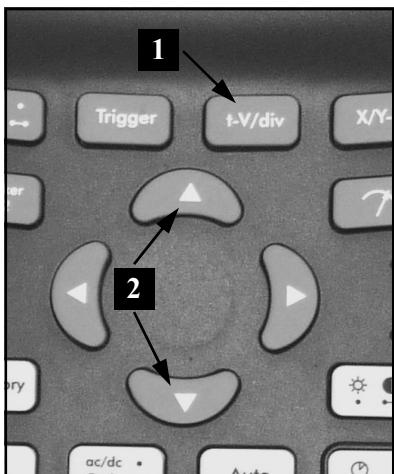
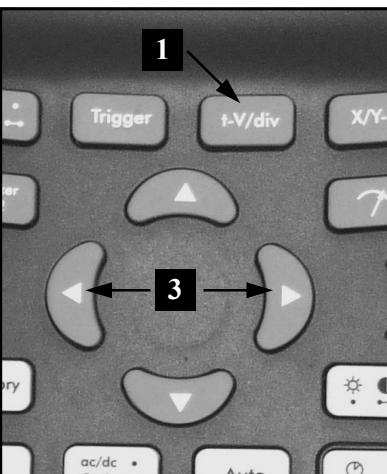

Fig 40
Fig 41
First press the „t-V/div“ key (1), use up/down cursorkeys (2) for changing the input sensitivity (V/div) (Fig 40). Press the left/right (3) cursorkeys for changing the timebase (time/div). (Fig 41)
### 1. Changing Volt/div (Fig. 40):
### 2. Changing the timebase (fig. 41):
Druk eerst "t-V/div" (1) en daarna de omhoog of omlaag pijltoetsen (2) voor het wijzigen van de ingangsgevoeligheid (V/div) (Fig 40). Gebruik de linker of rechter pijltoetsen (3) voor het wijzigen v/d tijdsbasis (t/div). (Fig 41)
**1. Wijzigen v/d spanning per verdeling (Fig. 40):**
**2. Wijzigen van de tijdsbasis (fig. 41):**
Enfoncez d'abord la touche "*t-V/div*" (1) et utilisez les touches curseur haut/bas (2) pour modifier la sensibilité d'entrée (V/div) (Fig 40). Utilisez les touches curseur gauche/droite (3) pour modifier la vitesse de balayage de la base de temps (t/div) (Fig 41)
**1. Modification de la tension par division (fig. 40) :**
**2. Réglage de la base de temps (fig. 41) :**
Drücken Sie zuerst die „**t-V/div**“ (1) Taste um danach mit den Pfeiltasten „*hoch*“ und „*runter*“ (2) die Eingangsempfindlichkeit (V/div) zu ändern (Fig 40). Drücken Sie die Pfeiltasten links und rechts (3) um die Zeitbasis (t/div) zu ändern. (Fig 41).
**1. Ändern von Spannung pro Teilung (Abb. 40) :**
**2. Ändern der Zeitbasis (Abb. 41) :**